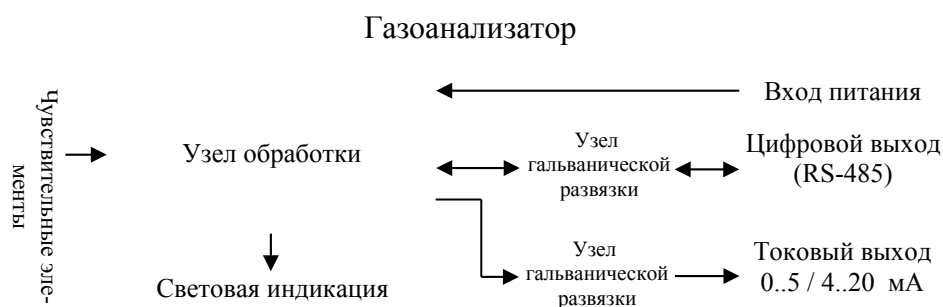

Рис. 1. Структура газоанализатора.
1.4.2.1 Газоанализатор представляет собой моноблок, в котором установлены чувствительные элементы и индикация. Газоанализатор имеет цифровой и/или аналоговый выход. Структура газоанализатора приведена на рис. 1.